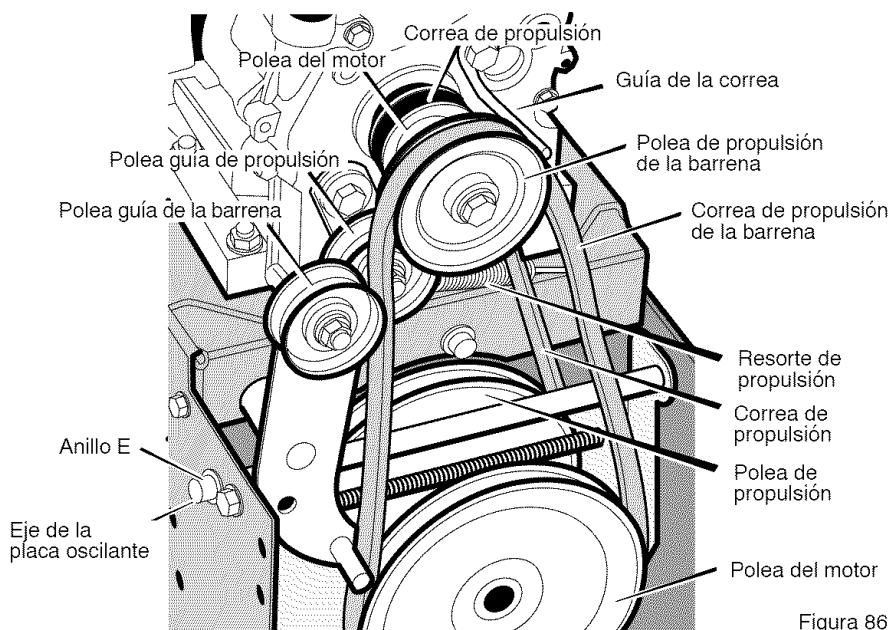

Figura 86
3. Afloje la tuerca de la polea guía de la barrena y mueva esta última hacia la correa un octavo de pulgada aproximadamente (3 mm) (Figura 86).
5. Afloje la **guía de la correa**. Separe la **guía** de la **polea de propulsión de la barrena** (Figura 86).
la **correa del propulsor de la barrena** por una correa de repuesto original de fábrica disponible en un centro de servicio autorizado (Figura 86).
3. Quite el **anillo E** de uno de los extremos del **eje de la placa oscilante**. Quite este **eje** para que la placa oscilante gire hacia adelante (Figura 86).